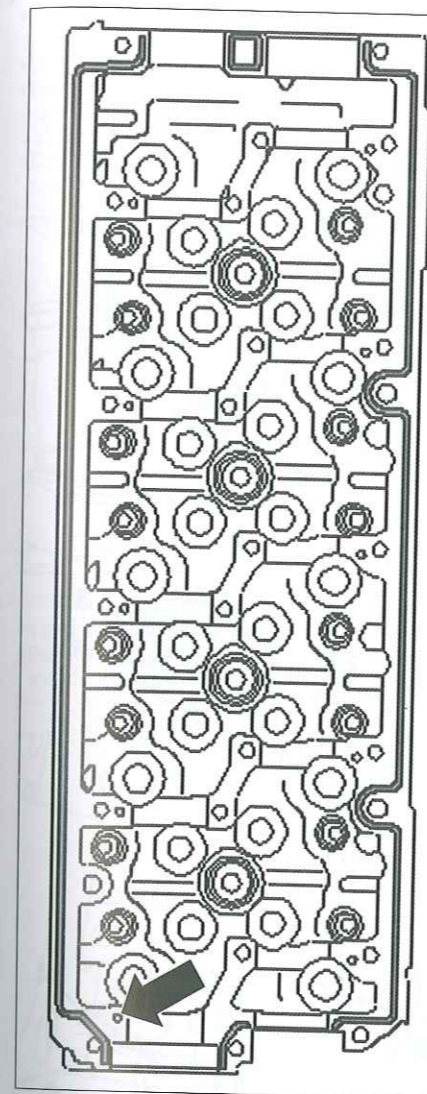

Fig. 61
- Aplicar cordones de producto de estanqueidad de un ancho de aproximadamente 2 a 3 mm (flechas) en las superficies de estanqueidad limpias de la culata (Fig.61).